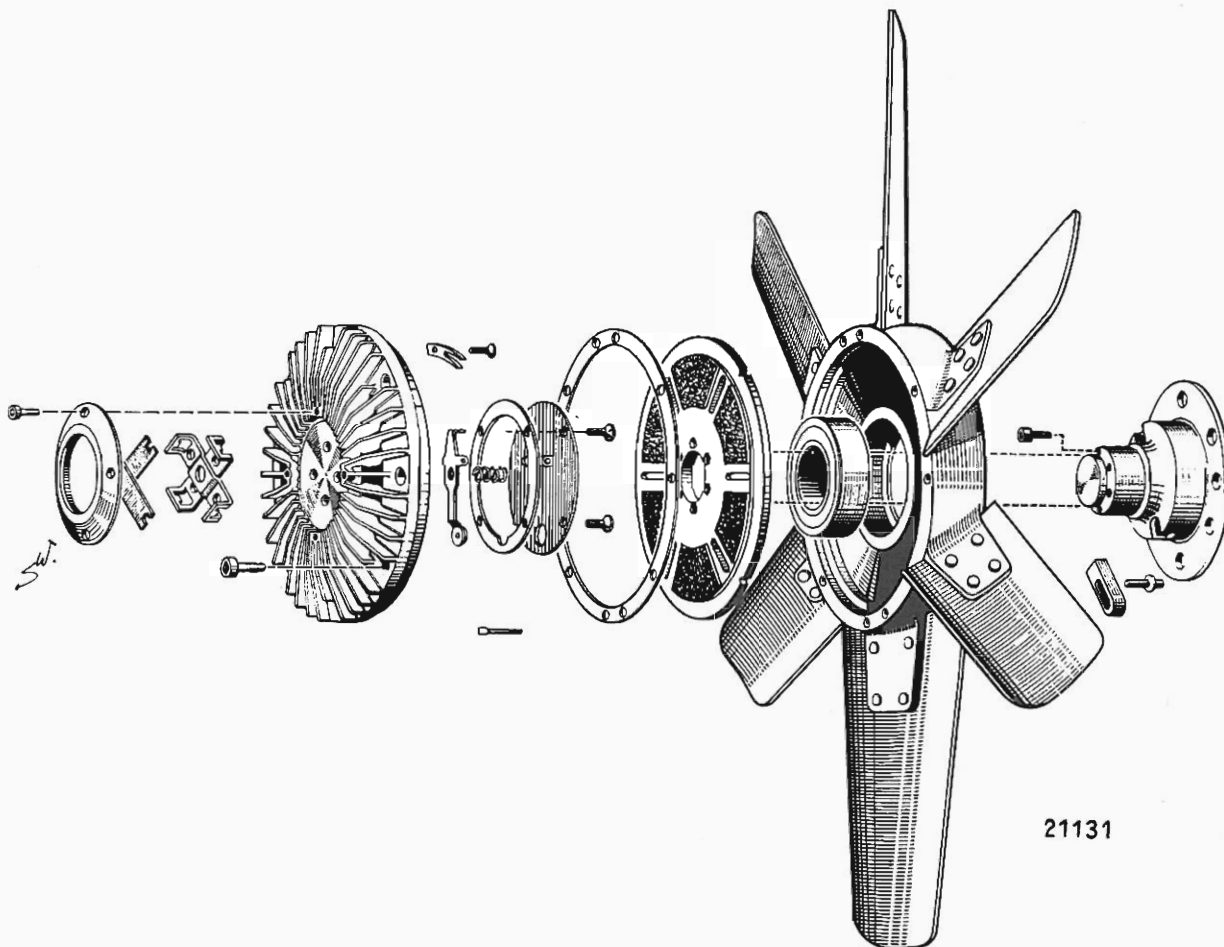

Bild 20—8/2
21. In einer Gewindebohrung M 12 des Lüfterbockes, Lasche (3) mit einer Schraube M 12 befestigen. In der noch freien Bohrung der Lasche, Meßuhrhalter (1) einschrauben.
22. Meßuhrhalter, Swkzg. 321 589 04 63 00, und Meßuhr, Swkzg. 000 589 14 21 00, so montieren, daß der Taststift zentrisch unter Vorspannung auf dem Deckel liegt (siehe Bild 20–6/1).